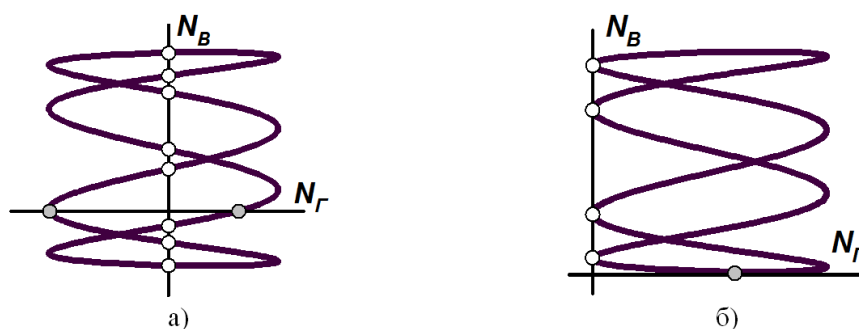

Рис. 2.5. Определение отношения частот сигналов по форме фигур Лиссажу.
При целочисленном отношении частот измеряемого сигнала и известной частоты генератора на экране осциллографа возникают неподвижные фигуры Лиссажу. По форме полученных фигур Лиссажу определяется отношение частот измеряемого сигнала и известной (эталонной) частоты генератора рис. 2.5.
Для определения отношения частот сигналов по фигуре Лиссажу используется два метода (рис. 2.5, а и б). В методе, основанном на определении числа точек пересечения (рис. 2.5, а), проводятся две взаимно-перпендикулярные линии, параллельные осям экрана осциллографа. Число точек пересечения каждой из этих линий с линиями фигуры Лиссажу должно быть максимально. Отношение частот сигналов равно
В методе, основанном на определении числа точек касания (рис. 2.5, б), проводятся две взаимно-перпендикулярные линии, параллельные осям экрана осциллографа и касающиеся фигуры Лиссажу. Отношение частот сигналов также определяется по формуле (2.1), но значения N_G , N_B равны соответственно числу точек касания с фигурой Лиссажу горизонтальной и вертикальной линий.
10. По индикатору «ЧАСТОТА» (блок A1) определить частоту генератора. По форме фигуры Лиссажу – отношение измеряемой частоты к частоте генератора (рис. 2.5). По формуле (2.1) вычислить измеряемую частоту.